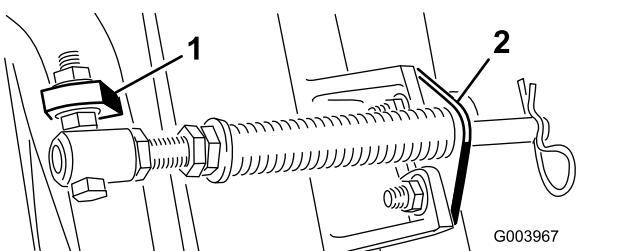
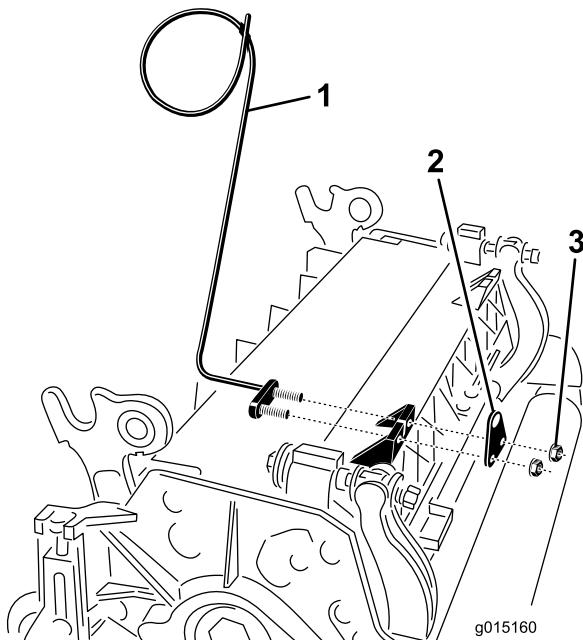

图 11
图 13
C. 将弹簧管栓安装到承载架的另一个凸耳上并使用凸缘螺母固定。螺栓头朝向凸耳外侧如 图 11 所示。
- D. 使用车身螺栓和螺母将杆支架固定到滚刀组凸耳上 图 11。此外在滚刀组上当重新安装杆支架时将左侧软管导管安装到滚刀组凸耳的前面 (图 13)。